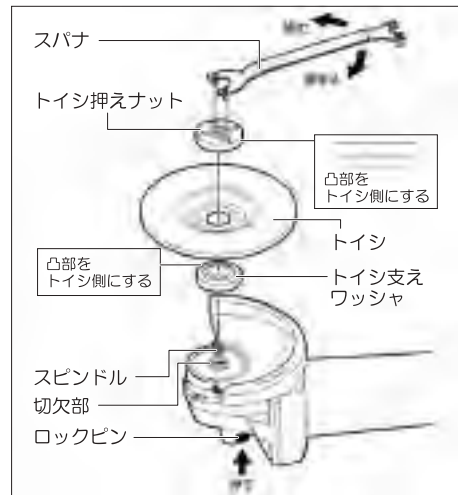

図3
■付属品トイシの取付け(図3参照)
- ④スピンドル凸(切欠)部に、トイシ支えワッシャの凸(切欠)部が噛合っていることを、確認してください。
- ④取外しは取付けの逆の手順で行ってください。